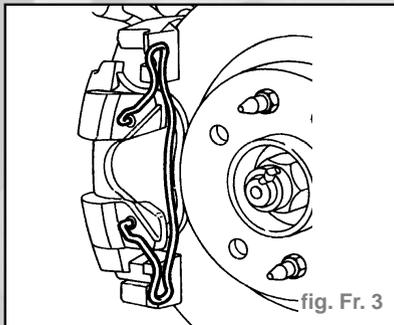

fig. Fr. 3
- Enlever le ressort de retenue du corps d'étrier à l'étrier de soutien correspondant (fig. Fr. 3).